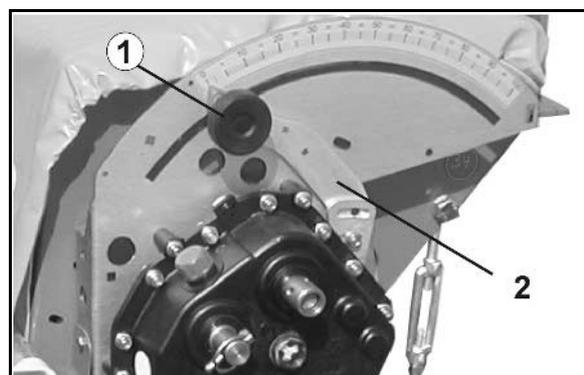

Fig. 26
1. Desserrez le bouton d'arrêt (Fig. 26/1) du levier de réglage de boîtier.
2. Poussez le repère du levier de réglage du boîtier (Fig. 26/2) sur le réglage de boîtier souhaité.
3. Serrez le bouton d'arrêt (Fig. 26/1).